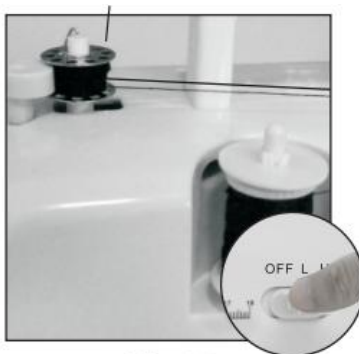

Fig. 15
5. Uključite stroj da započne navijanje (Fig. 15).